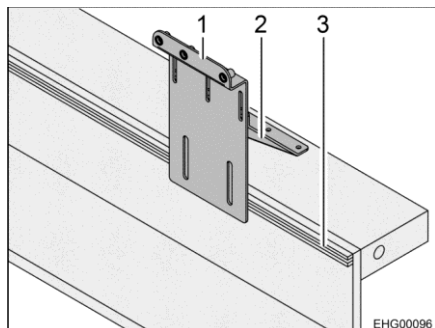

Bild 1 Reservhjulshållare (på surrningskena)
- Montera hållaren (Bild 1,1) med de medföljande vingskruvarna vid surrningskenan (Bild 1,3).
- Montera den vinklade plattan (Bild 1,2) i lastutrymmet med de medföljande självgående skruvarna.